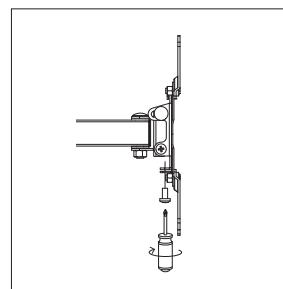

Рис. 2
С помощью отвертки отсоедините настенную панель кронштейна от крепежной пластины, как показано на рис. 2. На время установки положите предохранительный винт в надежное место. Поместите настенную панель на выбранное место и выровняйте ее с помощью пузырькового уровня. Удерживая панель, отметьте точками два места, предназначенные для крепления кронштейна на стену (см. рис. 3). Отложите настенную часть кронштейна и просверлите два отверстия диаметром 3 мм. Поместите настенную панель обратно на стену и закрепите ее с помощью пары шурупов (A) и двух шайб (B), идущих в комплекте (см. рис. 4). **Не перетягивайте шурупы.** Убедитесь, что кронштейн плотно закреплен и выровнен после того, как вы произвели все вышеуказанные действия в части 1А.
С помощью отвертки отсоедините настенную панель кронштейна от крепежной пластины, как показано на рис. 2. На время установки положите предохранительный винт в надежное место. Поместите настенную панель на выбранное место и выровняйте ее с помощью пузырькового уровня. Удерживая панель, отметьте точками два места, предназначенные для крепления кронштейна на стену (см. рис. 5). Отложите настенную часть кронштейна и просверлите два отверстия диаметром 8 мм. Удалите всю пыль из отверстий. Вставьте в каждое отверстие дюбель (С) так, чтобы он не выступал на поверхности стены (см. рис. 6).